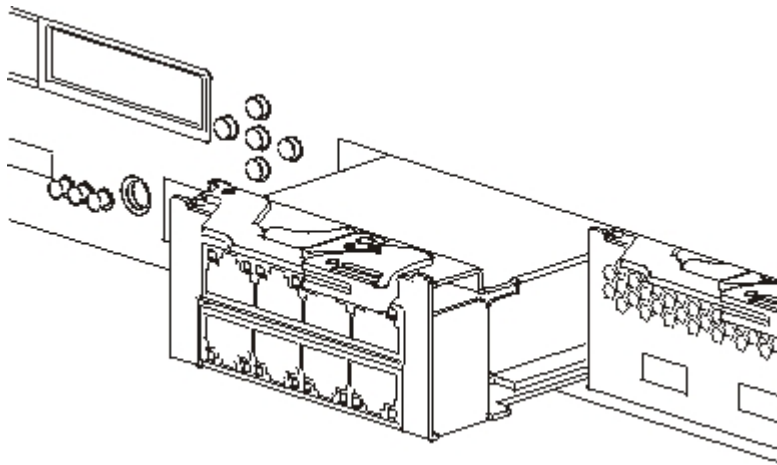

Abbildung 27. Ethernet-Modul entfernen
4. Ziehen Sie den Hebel zu sich hin, um die Ethernet-Module herauszuziehen, wie in Abb. 27 dargestellt.